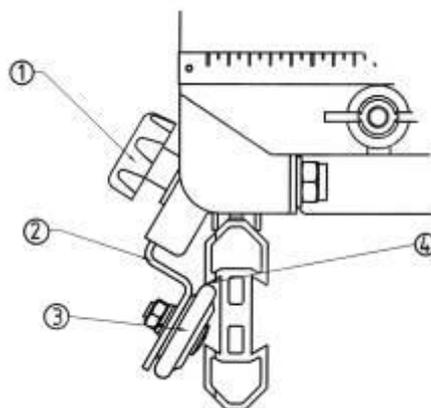

Fig 3 : Desserrage de l'anti-basculé
- Pour libérer le chariot de la machine, desserrez l'écrou papillon (1 sur fig1) et remettez la pièce de blocage le long de la réglette puis resserrez l'écrou papillon. Desserrez le bouton (1 sur fig3) de chaque côté du chariot, puis faites glisser les 2 pattes (2) dans leur position la plus basse. Vous pouvez alors retirer le chariot.